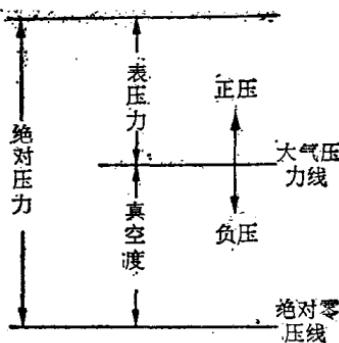

图 2-1 压力真空关系图
4. 压强的表示方法 压强的表示方法有三种，即绝对压力、表压力和真空度。绝对压力表示作用于单位面积上压力的绝对值。表压力表示比大气压高出的数值。真空度表示比大气压低多少的数值。如图 2-1 所示为它们之间的关系。